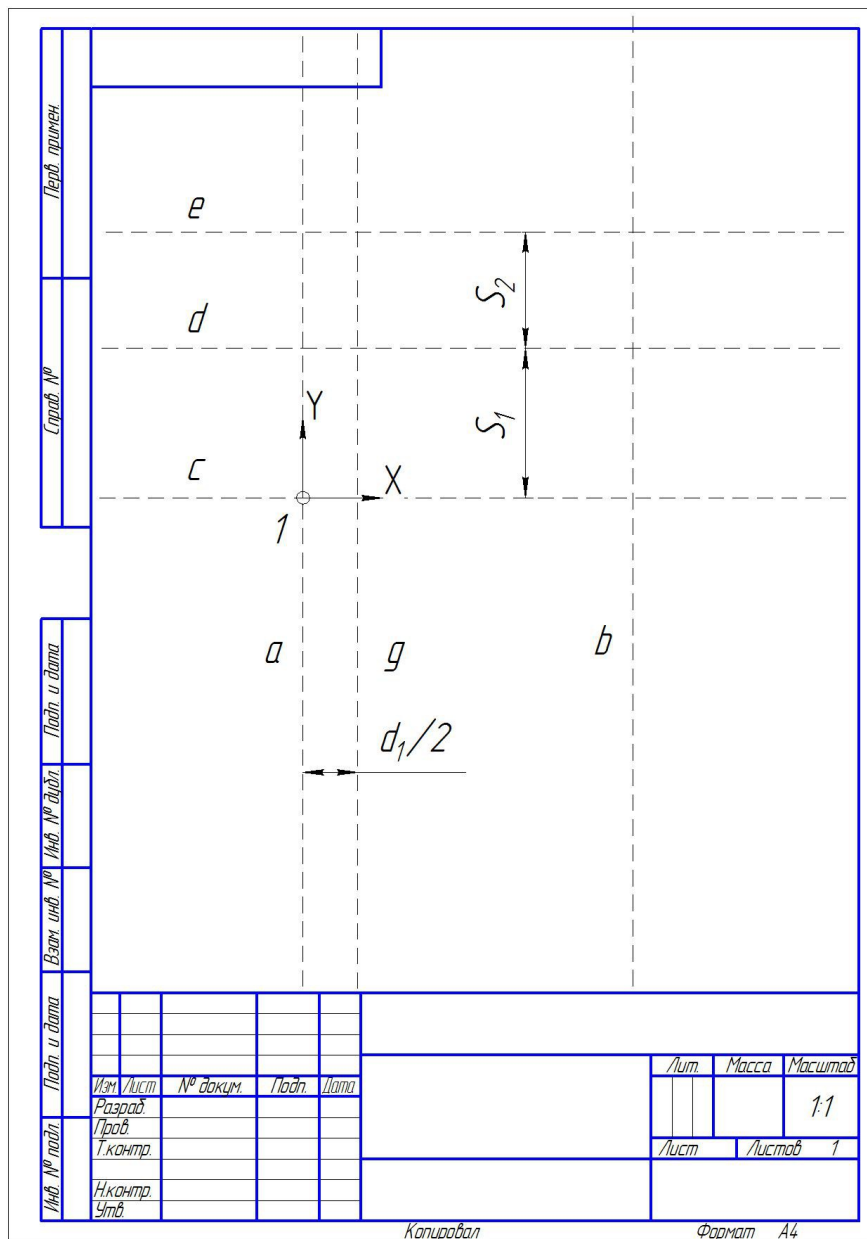

Рис. 2.2. Вспомогательные прямые, используемые при построении фронтального и профильного разрезов соединяемых деталей
3. Передвигая курсор с фантомом осей координат по полю чертежа, щелчком ЛКМ укажите точку привязки вида (точка 1 на рис. 2.2).
ных прямых, расположенных на странице **Геометрия**  (рис.2.2).